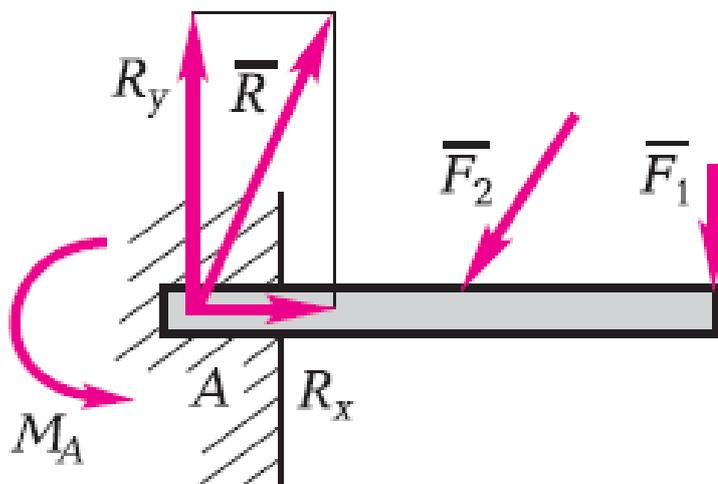

Рисунок 2.9
5. *Жесткая заделка.* Заделка (рис. 2.9) исключает возможность любых перемещений вдоль осей  $Ox$  и  $Oy$ , а также поворот в плоскости  $xOy$ ,